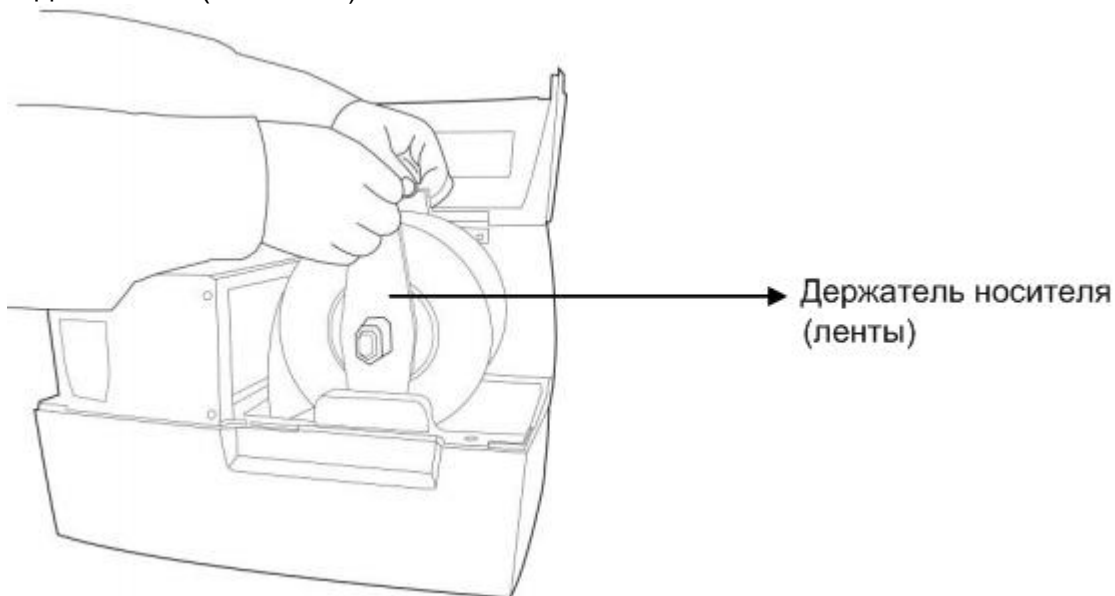

Рисунок 10-3
3. Вставьте держатель носителя (ленты) вместе с загруженным роликом обратно в отдел для ленты (Рис. 10-3).